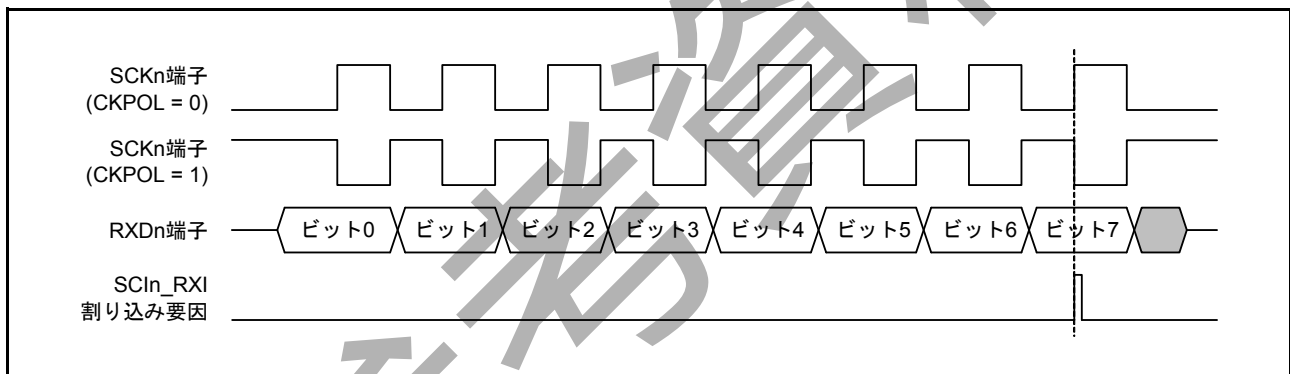

図 29.78 簡易 SPI モードにおける SCIn\_RXI 割り込みの発生タイミング (クロック遅れあり)
- クロック遅れあり (SPMR.CKPH ビット=1) では、図 29.78 に示すように、SCKn 端子の最終クロックエッジ手前のクロックエッジで受信データフル割り込み (SCIn\_RXI) が発生します。SCR.TE ビットと SCR.RE ビットを SCKn 端子の最終クロックエッジより前に0にすると、SCKn 端子出力がハイインピーダンスとなり、送受信クロックの最後のクロックパルス幅が短くなります。また、SCIn\_RXI 割り込みの発生によって、SCKn 端子の最終クロックエッジより前に接続先スレーブの SSn 端子入力信号が High になった場合、スレーブが誤動作する可能性があります。